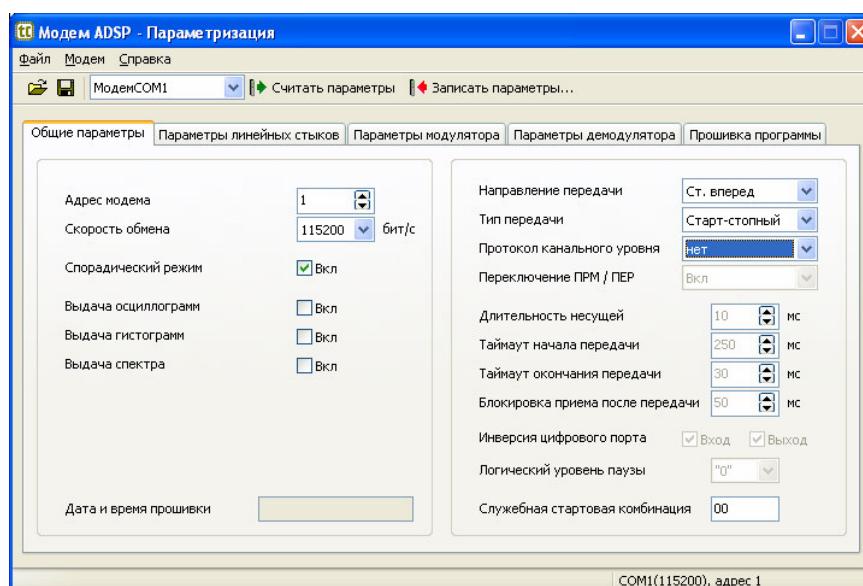

Рисунок 26 – Окно настройки параметров модема
5.5.1 Тест модема явно определяет директиву и выбирает данные независимо от того, установлены ли для него параметрами опции выдачи осциллограммы, гистограммы и спектра (см. рисунок 26).
ВНИМАНИЕ. При измерении спектра сигнала тестовая программа явно запрашивает рассчитанные данные спектра. Гистограмма, в этом случае, выдается модемом (и отображается в нижней части окна справа) при установке соответствующей опции «Выдача гистограмм» – см. рисунок 26.
- «Скорость обмена» – 115200 бит/с (рисунок 26);